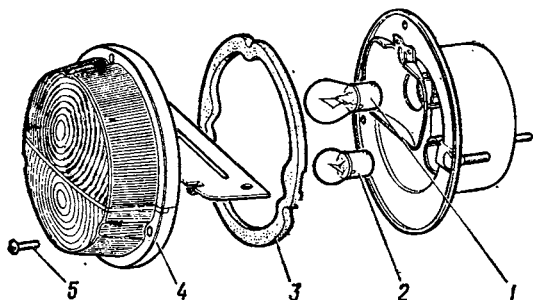

Рис. 119. Передний фонарь:
**Указатели поворотов.** Передними указателями поворота автомобиля служат верхние секции передних фонарей (рис. 119) с рассеивателями оранжевого цвета, а задними — верхние секции с рассеивателями оранжевого цвета задних фонарей. Кроме того, автомобиль имеет боковые повторители указателей поворота. Указатели поворота включаются переключателем, укрепленным на рулевой колонке. Поворотом ручки переключателя вниз (по ходу часовой стрелки) включается указатель правого поворота. Поворотом ручки переключателя вверх (против хода часовой стрелки) включается указатель левого поворота.